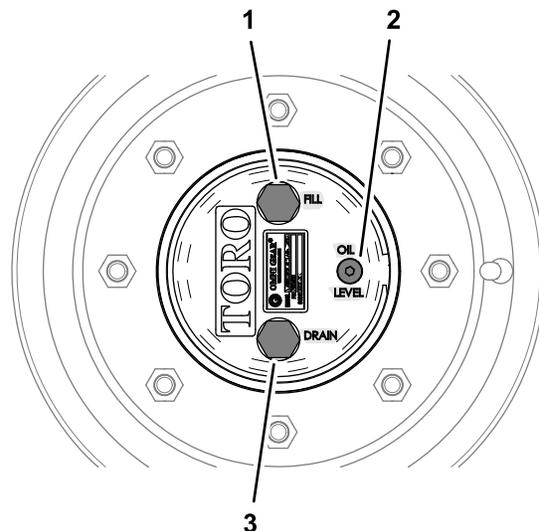

Figura 86
las 12) y el tapón de vaciado esté en la posición más baja (posición de las 6) (Figura 86).
1. Con la máquina en una superficie nivelada, coloque una rueda de manera que el tapón de llenado esté en la posición más alta (posición de las 12) y el tapón de vaciado esté en la posición más baja (posición de las 6); consulte Figura 86 en Comprobación del lubricante de la transmisión planetaria (página 70).